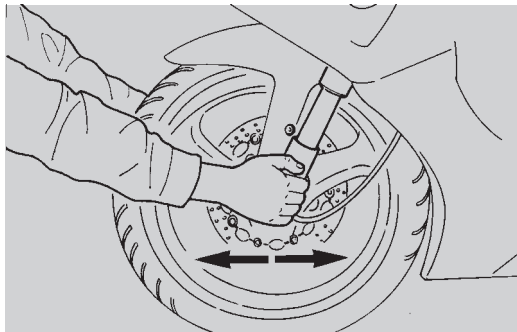

Fig. 42
- secouer la fourche dans le sens de la marche (Fig. 42);